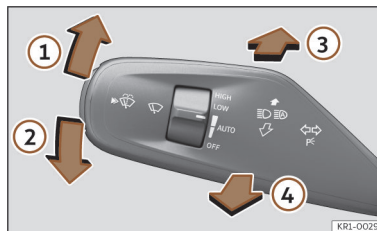

Abb. 94 Blinker- und Fernlichthebel.
- Drücken Sie den Blinker- und Fernlichthebel aus der Ausgangsstellung nach vorne >>> (Abb. 94) ③.
- **ODER:** Ziehen Sie bei eingeschaltetem Fernlichtassistenten den Blinker- und Fernlichthebel nach hinten >>> (Abb. 94) ④.